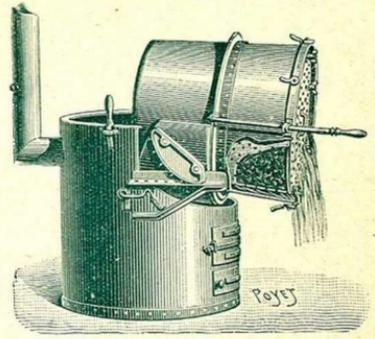

Fig. 117. — Le même, basculé, pendant la vidange du liquide sou.
La fig. 117 montre la chaudière basculée au moment où l'on vide le liquide seul; puis le couvercle est retiré et les matières solides sont extraites; le rinçage étant fait, l'alambic est repoussé dans son fourneau et on peut remplir le panier pour une autre opération (1).